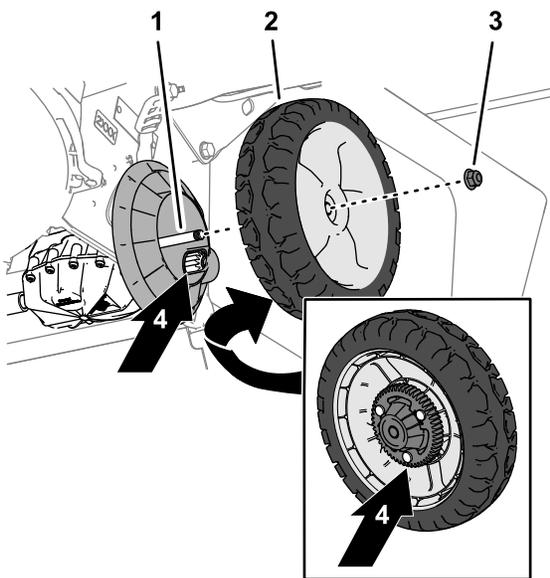

Рисунок 30
- Снимите фланцевую контргайку и колесо в сборе с болта оси (Рисунок 30).
- Удалите весь мусор из зоны колес-зубчатых передач (Рисунок 30).
- После очистки нанесите небольшое количество противозадирного состава на зубчатые передачи (Рисунок 30).
- Установите колесо в сборе на болт оси с помощью фланцевой контргайки (Рисунок 30).